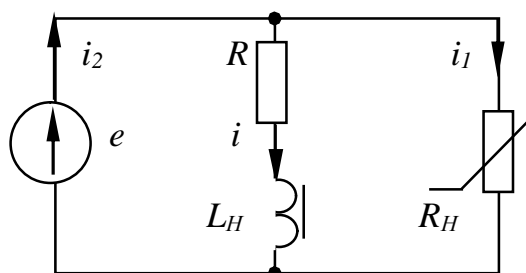
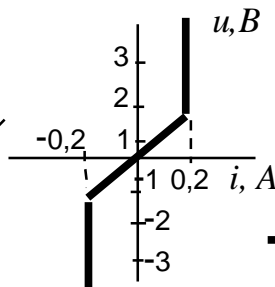
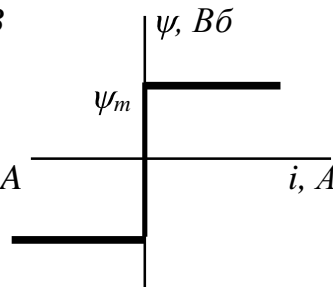

Рис. 18.1
Рис. 18.2
Рис. 18.3
18. К источнику синусоидальной ЭДС $e=E_0\sin 1000t$ (рис. 18.1) присоединены нелинейное активное сопротивление R_H с вольт-амперной характеристикой, изображенной на рис. 18.2, и нелинейная индуктивность L_H с вебер-амперной характеристикой, изображенной на рис. 18.3, где $\psi_m=7\cdot 10^{-3}\text{Вб}$, (ψ - потокосцепление, i - ток) и активное сопротивление R .